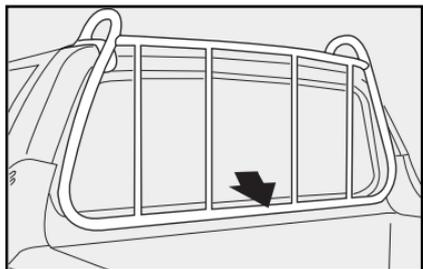
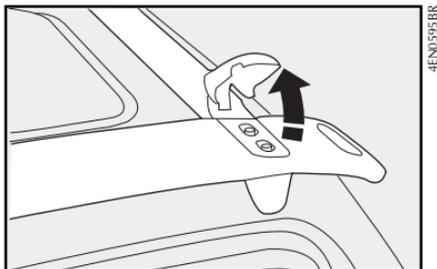

fig. 90
fig. 91
– utilice el portaescaleras **fig. 90** para apoyar y fijar correctamente los objetos más altos. En las versiones con cabina extendida, levante antes los limitadores **fig. 91**.